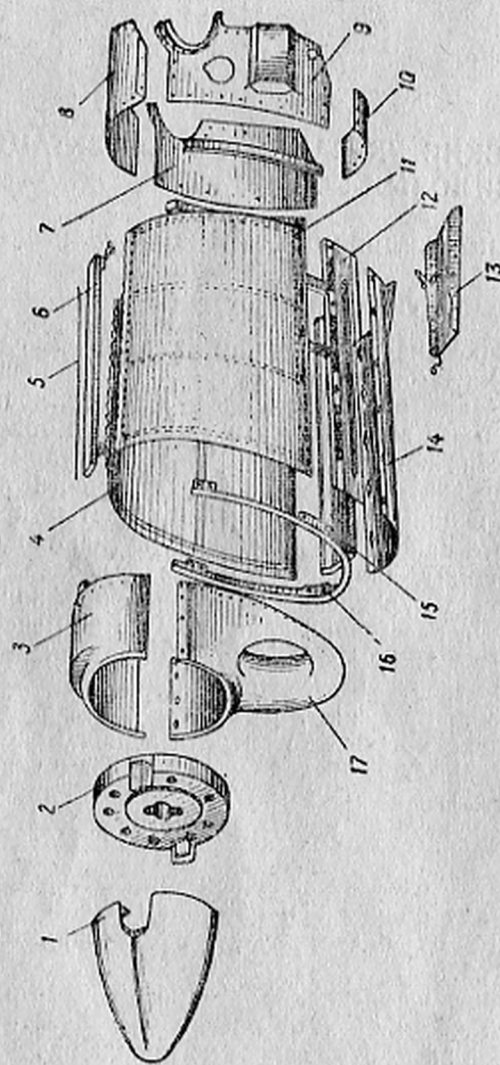

Рис. 1. Капоты силовой установки.
1. Осмотреть верхнюю часть лобового капота. Убедиться в отсутствии трещин, вмятин на обшивке, среза и ослабленной посадки заклепок крепления обшивки к профилям жесткости. Трещины обшивки чаще всего встречаются в углах щели обдува картера двигателя, в местах крепления обшивки к профилям жесткости и у отверстий под винты крепления верхней части лобового капота к нижней. Трещины у отверстий под винты крепления верхней части лобового капота к нижней не допускаются (рис. 1).